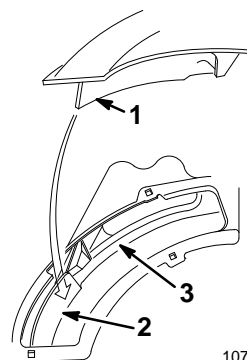

Figure 36
4. Placer l'angle avant de la garde de l'éjecteur dans l'ouverture du plateau. Faire tourner l'éjecteur en sens inverse aux aiguilles d'une montre et l'enfoncer dans l'ouverture du plateau (Fig. 36).
4. Introduire l'angle avant de la garde de la plaque de paillage dans l'ouverture du plateau (Fig. 36).
5. Faire tourner la plaque de paillage en sens inverse aux aiguilles d'une montre et l'enfoncer dans l'ouverture du plateau (Fig. 36).